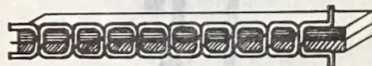

Abb. 29
21. Regulierung der Fadenspannung (Abb. 29, 30, 31 und 32)
Bei einer richtig eingestellten Ober- und Unterfadenspannung liegt die Verknotung in der Mitte des Stoffes (Abb. 29).